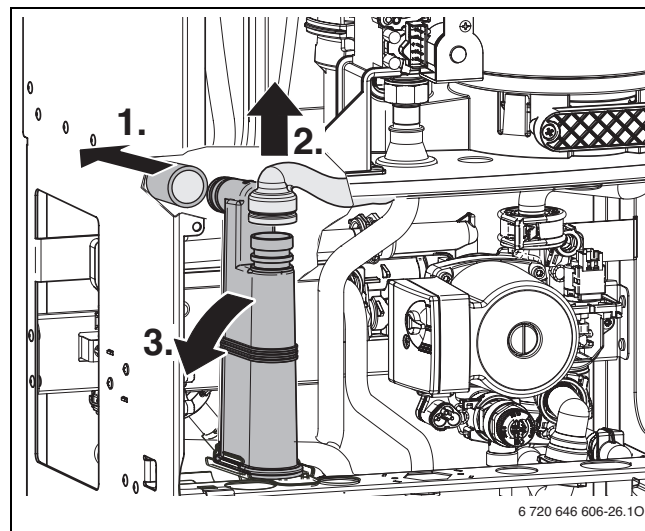

Fig. 49
- Démontez le siphon des condensats (→ fig. 49) et placer un récipient approprié en dessous.